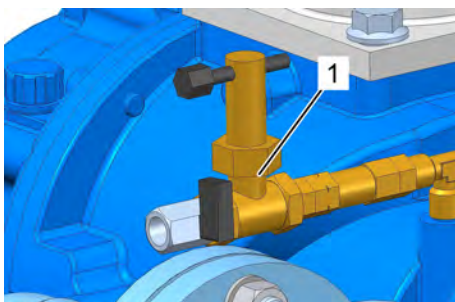

Рис. 49: Шаровой кран
- 17.** ► Откройте шаровой кран (Рис. 49/1) в шлангопроводе между насосом и компрессором.